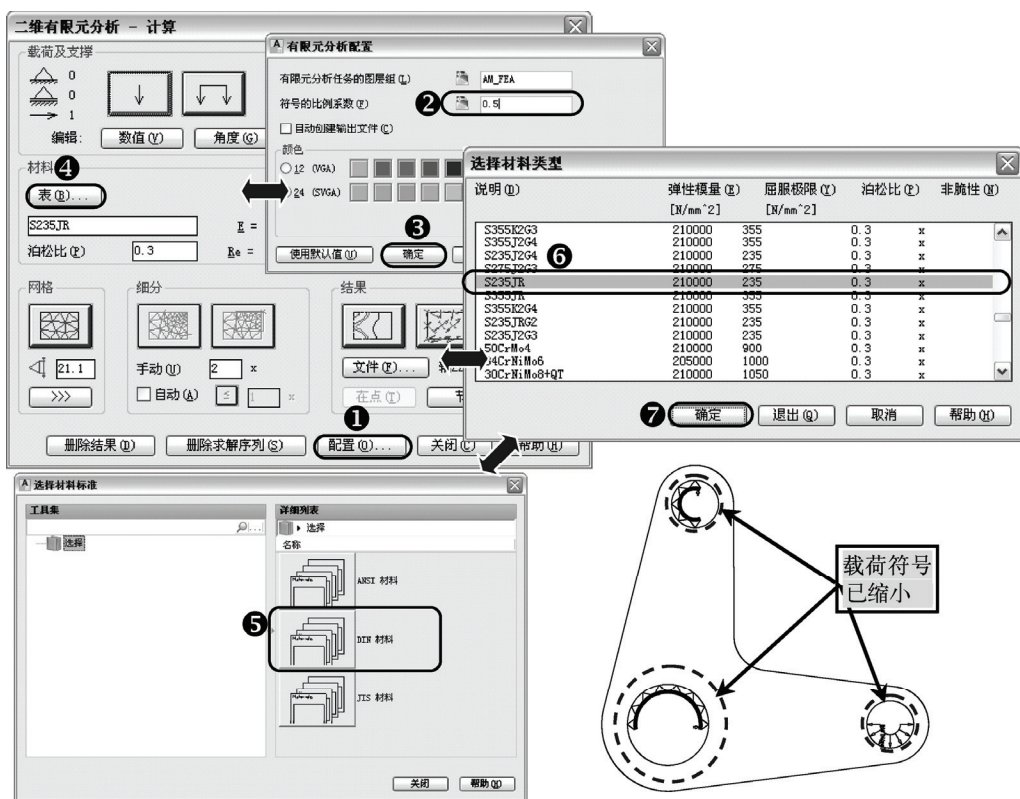

图 13-27 配置和材料选择
5) 单击“配置”按钮,弹出“有限元分析配置”对话框,在“符号的比例系数”栏输入“0.5”(缩小 1/2),单击“确定”按钮,返回“二维有限元分析-计算”对话框,系统自动将前面绘制的载荷符号缩小 1/2;单击“表”按钮,弹出“选择材料标准”对话框,选择“DIN 材料”,弹出“选择材料类型”对话框,选择“S235JR”材料(将该材料的屈服极限值 235 记下,在以后的步骤中会用到),单击“确定”按钮,返回“二维有限元分析-计算”对话框,如图 13-27 所示。